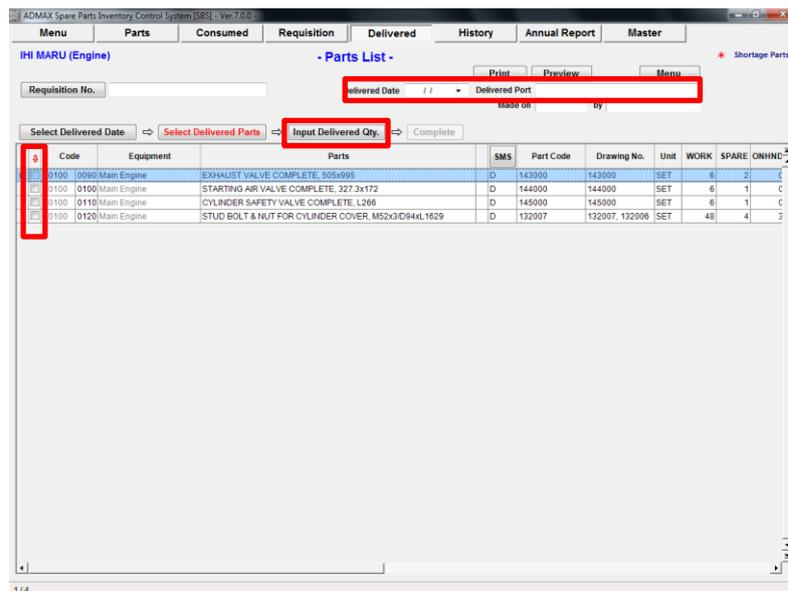

図 8.4 Completed Parts Requisition
6. “Completed Parts Requisition”画面(図 8-4) が表示されます。